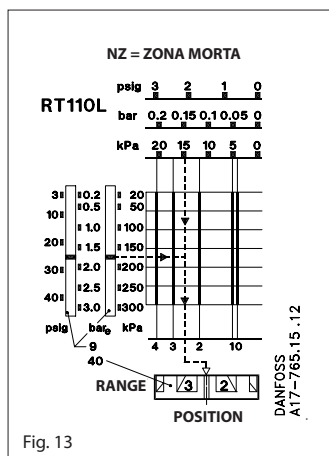

Fig. 13
L'intervallo della variabile osservata nel quale l'elemento correttore non si attiva (si veda fig. 13).
Il valore viene impostato mediante una manopola (5) fig. 8 leggendo la scala di regolazione. La pressione impostata è la pressione alla quale i contatti 1-4 si aprono (vedere fig. 13).
La zona neutra richiesta può essere ricavata dal grafico dell'unità RT considerata. La posizione nella quale il disco della zona neutra (40) deve essere impostato può essere letto nella scala inferiore del grafico. Il funzionamento è mostrato nella fig.13.